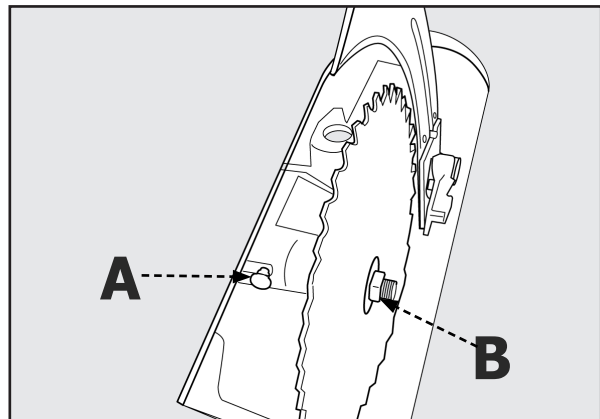

FIGURE 21
- Appuyez et maintenez enfoncé le bouton de verrouillage de l'arbre (A) montré à la Figure 21.
- Utilisez la clé fournie pour retirer la lame en la tournant dans le sens inverse des aiguilles d'une montre et en maintenant l'écrou et la bride (B). Enlevez la vieille